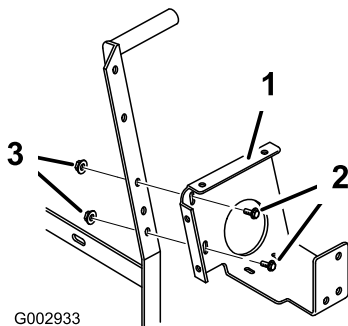
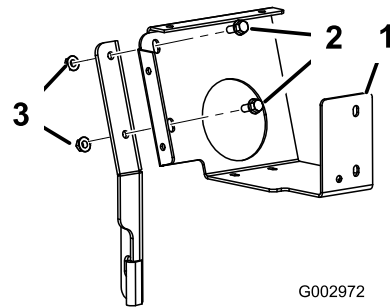

Figure 14
Figure 15
1. Montez le support du boîtier de commande sur le support de rampe ou le support du boîtier de commande, selon le cas (Figure 14 ou Figure 15) au moyen de 2 boulons à embase (5/16 x 3/4 pouce) et 2 écrous à embase (5/16 pouce).